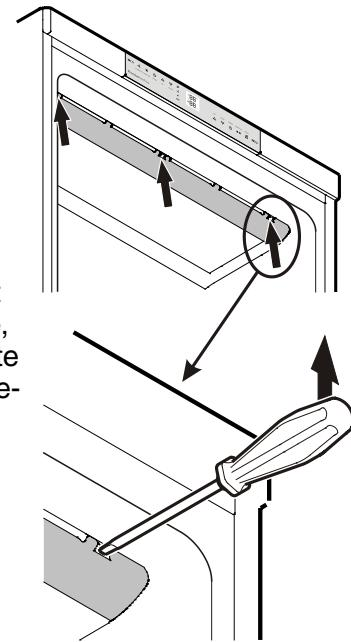

Figure 15
1. Désenclipsser précautionneusement le cache à gauche, au milieu et à droite à l'aide d'un tournevis - **Figure 15**.